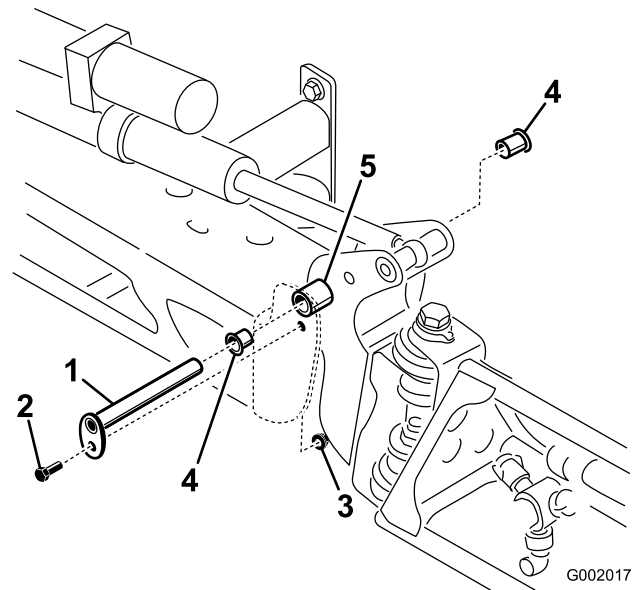

図 70
3. ブームを支えておきながら、ピボット・ピンをブーム・アセンブリに固定しているボルトとナットを取り外す(図 70)。ピボット・ピンを取り外す。
5. ナイロン・ブッシュを取り外し、ピボット・ブラケットの前面および後面側から見て点検する(図 70)。磨耗したり破損したりしている場合は交換する。
7. センター・フレームにブーム&ピボット・ブラケット・アセンブリを取り付け、開口部を整列させる(図 70)。